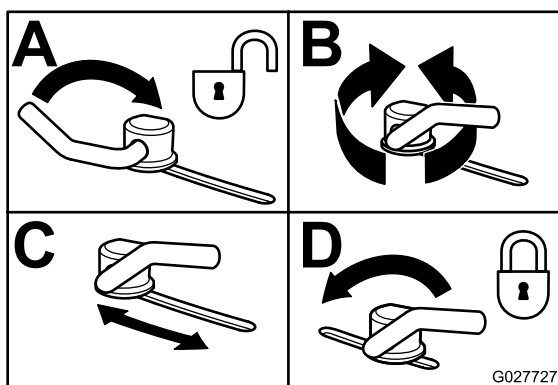

Figura 33
3. Per regolare i blocchi delle camme alzate la leva e allentate i blocchi (Figura 33).
5. Spostate la leva sopra per serrare il deflettore e i blocchi delle camme (Figura 33).